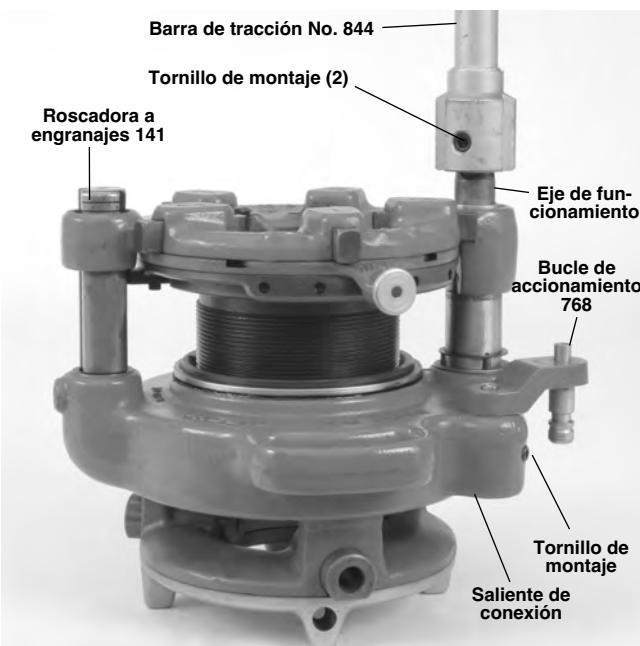

**Figura 14 – Roscadora a engranajes Modelo 161 unida directamente al accionamiento motorizado**
**Modelo 161** – Quite el tornillo de montaje (tapón) del poste guía de la roscadora. Coloque los brazos de soporte 346 dentro de los extremos de los brazos de soporte del accionamiento motorizado. Tire de los brazos de soporte del accionamiento motorizado para que los extremos de los brazos de soporte 346 estén alineados con el extremo del poste guía de la roscadora 161; trabe la conexión con un perno y una arandela. Apriete los ensambles de anillo de retención sobre los brazos de apoyo en la motopropulsora, para fijar su posición (*Figura 14*).